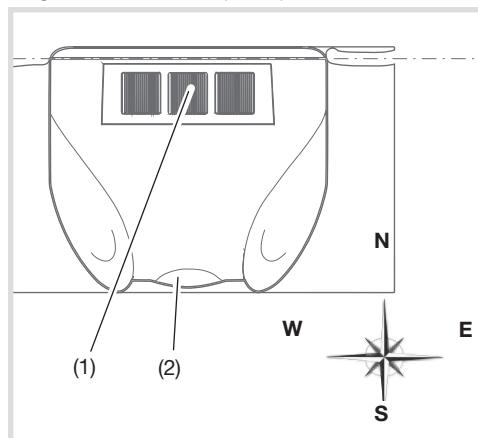

Figure 3 : orientation plein sud et horizontale
- waagerechte Montage im Außenbereich von Gebäuden (Bild 3), vorzugsweise im Dach- und Fassadenbereich
- Gerät mit Hilfe eines Kompasses nach Süden ausrichten (Bild 3).
- Gerät in Querrichtung mit Wasserwaage waagerecht ausrichten (Bild 3).